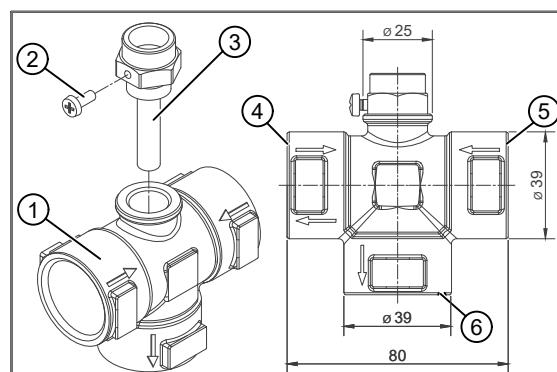

Bild 1: Kreuzstück
- Der Vorlauftemperaturfühler T0 wird direkt am Bypass im Kreuzstück montiert (→ Bild 1).